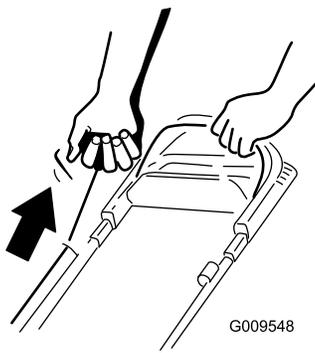

Figure 21
2. Tirez sur la poignée du lanceur (Figure 21).
**Remarque:** Tirez la poignée du lanceur lentement jusqu'à ce que vous sentiez une résistance, puis tirez vigoureusement (Figure 21). Laissez le lanceur se rétracter lentement jusqu'à la poignée.